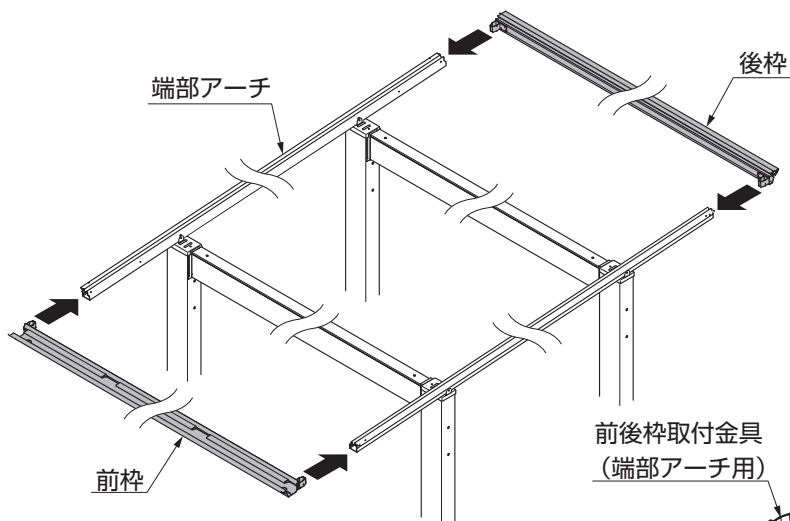
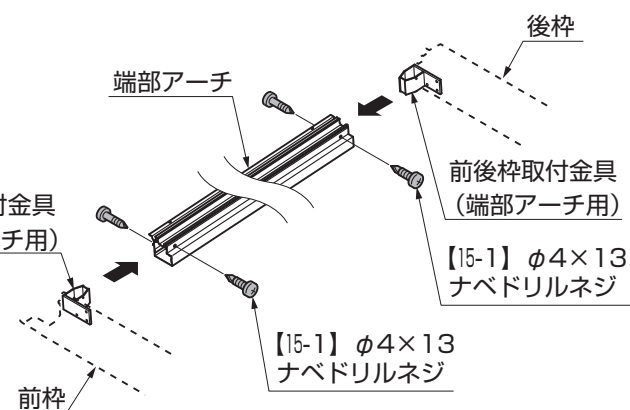

図5-8
図5-9
- ①前枠を端部アーチに差込み、【15-1】で固定してください。(図5-8、図5-9参照)
- ②後枠を端部アーチに差込み、【15-1】で固定してください。(図5-8、図5-9参照)
(2) 前枠樋端部キャップの取付け(プレミアムワイドの場合)